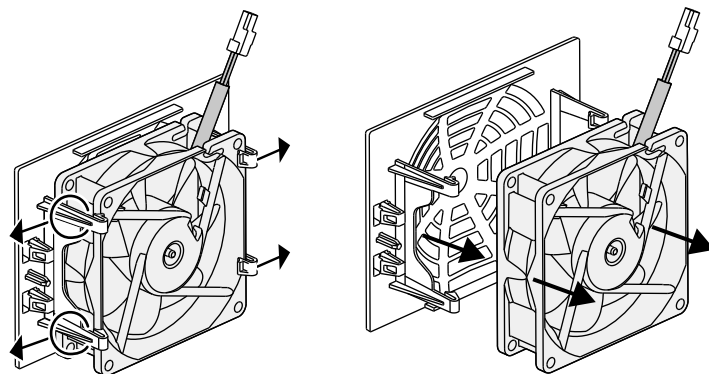

Fig. 60: Desmontaje de la rejilla del ventilador
5. El ventilador puede retirarse adicionalmente de la rejilla del ventilador. Para ello, presionar ligeramente hacia fuera las pestañas de fijación y sacar el ventilador.  **Fig. 60**